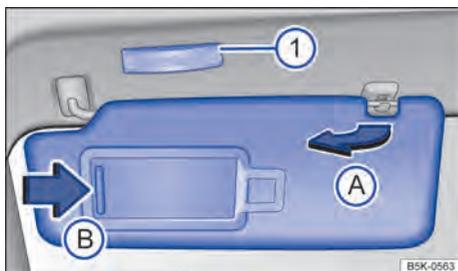

Fig. 82 Para-sol.
- Retirar o para-sol cuidadosamente do suporte segurando a base de fixação e virar na direção das portas → Fig. 82 (A).
No para-sol rebatido para baixo encontra-se um espelho de cortesia atrás de uma cobertura. Ao abrir a cobertura → Fig. 82 (B) uma lanterna se acende (1).